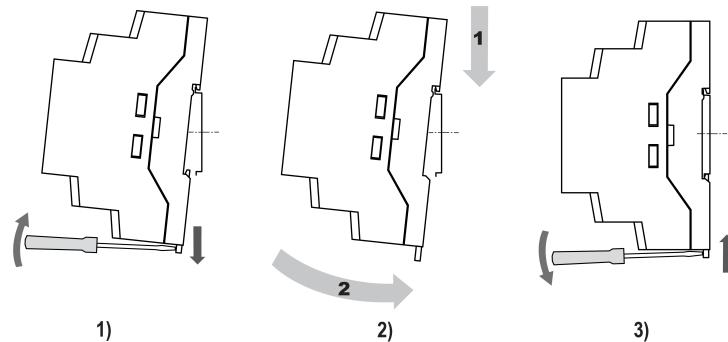

Рисунок 4.10 – Монтаж прибора с креплением на DIN-рейку
2. Вставив отвертку в проушину, оттянуть защелку рисунок 4.10, 1)
3. Установить прибор на DIN-рейку в соответствии с в направлении стрелки 1 рисунок 4.10, 2);
4. Прижать прибор к DIN-рейке в направлении, показанном стрелкой 2 (см. рисунок 4.10, 2).
Зафиксировать защелку (см. рисунок 4.10, 3).